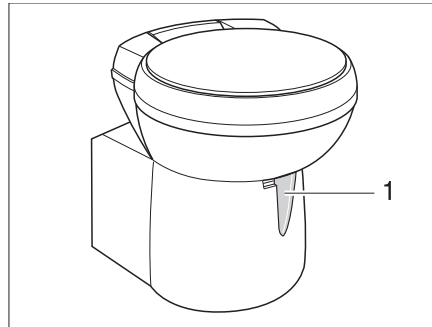

Bild 382 Thetford-Toilettenschüssel, schwenkbar
- Vor dem Spülen den Schieber der Thetford-Toilette öffnen. Dazu den Schieberhebel (Bild 382,1) entgegen dem Uhrzeigersinn schieben.